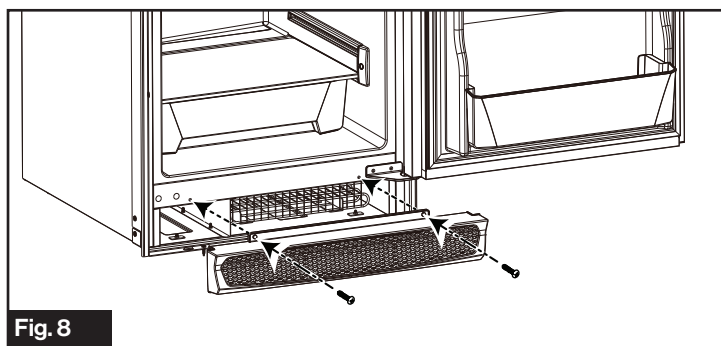

Fig. 8
5. Reinstale la rejilla de ventilación y apriete los tornillos. (Fig. 8)